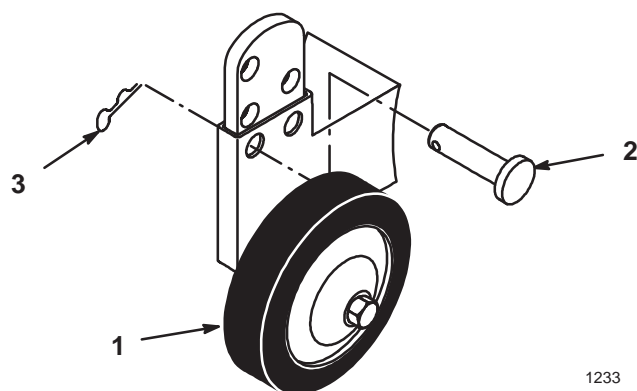

Figure 25
2. Pour régler la hauteur des roues, retirez la goupille fendue et l'axe pour changer de trou (Fig. 25).
3. Choisissez le trou requis pour que la roue soit à environ 9,5 mm du sol pour la hauteur de coupe utilisée (Fig. 25).